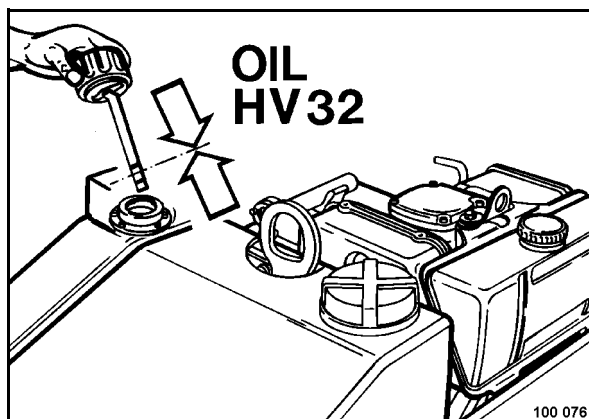

рис. 49
- Очистить пространство возле наливного отверстия (рис. 49).